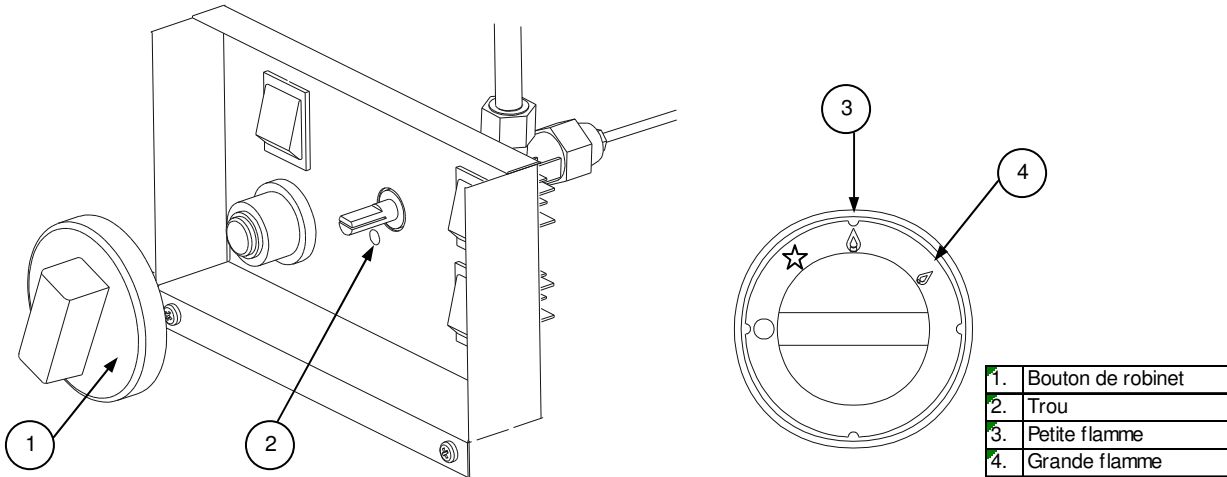

Figure 16: Réglage de la petite flamme
Allumer le brûleur principal selon les instructions, tourner le bouton jusqu'à la position « petite flamme » (voir n ° 4, figure 16). Vous assurer que sur la position « petite flamme », la flamme du brûleur est toujours allumée, même lors du tournage rapide de la poignée de la position « grande flamme » à la position « petite flamme ».
- Retirer le bouton du robinet (n ° 1, Fig. 16) et avec un petit tournevis régler la vis (n ° 3, Fig. 16) du robinet qui est située derrière le trou (n ° 2, fig. 16).